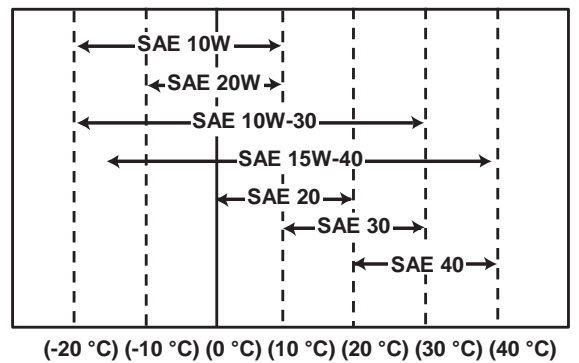

Figura 2
3. Selezionare la viscosità dell'olio in base alla temperatura ambientale in cui il motore viene fatto funzionare. Si veda SAE Service Grade Viscosity Chart (**Figura 2**).
Selezionare la viscosità appropriata dell'olio motore in base alla temperatura ambiente e usare la SAE Service Grade Viscosity Chart in **Figura 2**.